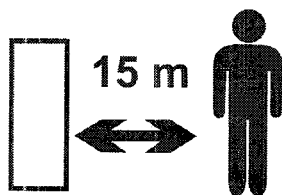

Fig. 1 – Distância de segurança
- Sempre mantenha pessoas e animais afastados da área de uso do Soprador/Aspirador (Fig.1), pelo menos a uma distância de 15 metros ao redor;